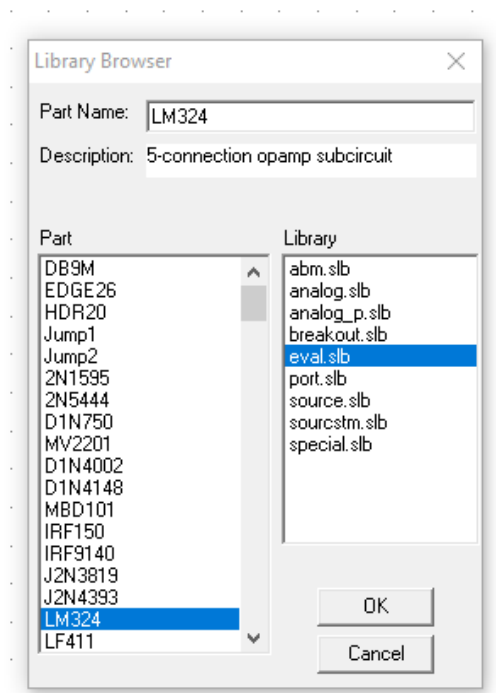
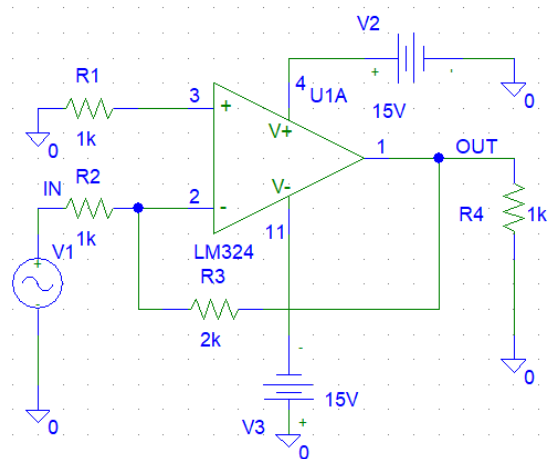
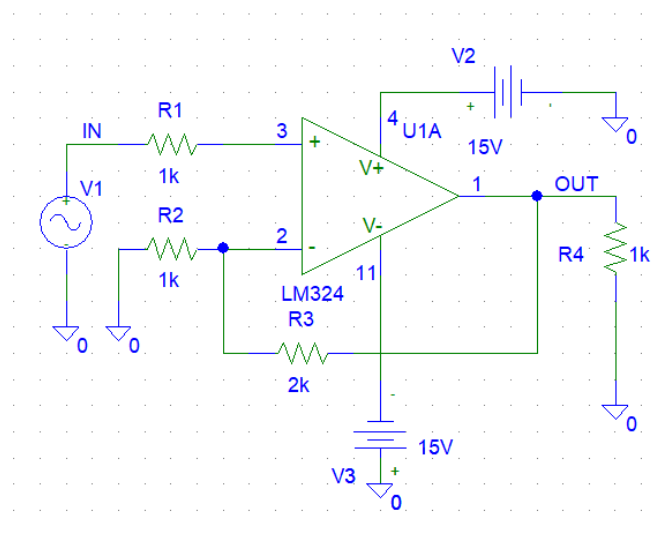

Рис. 1.1. Бібліотека елементів принципів схем
Рис. 1.2. Схема інвертуючого підсилювача
Рис. 1.3. Схема неінвертуючого підсилювача
1.Використовуючи Library Browser (рис. 1.1), зібрати схему інвертуючого підсилювача (рис. 1.2) або неінвертуючого підсилювача (рис. 1.3) із заданим коефіцієнтом підсилення.